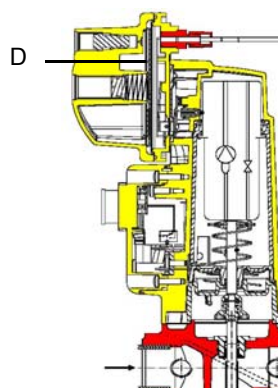

Рис. 9
**ВНИМАНИЕ:** диафрагма D исполнительного механизма SKP2 должна находиться в вертикальном положении (Рис. 9).